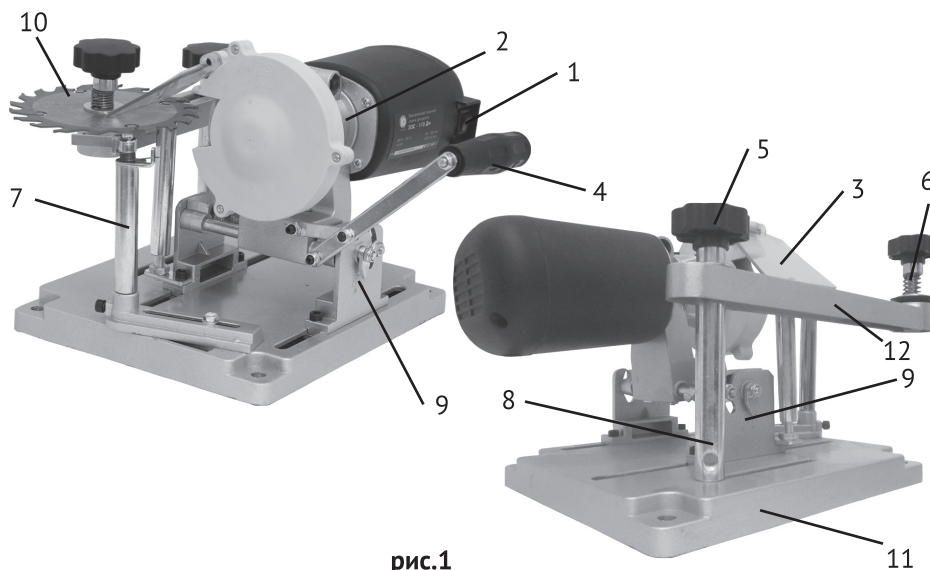
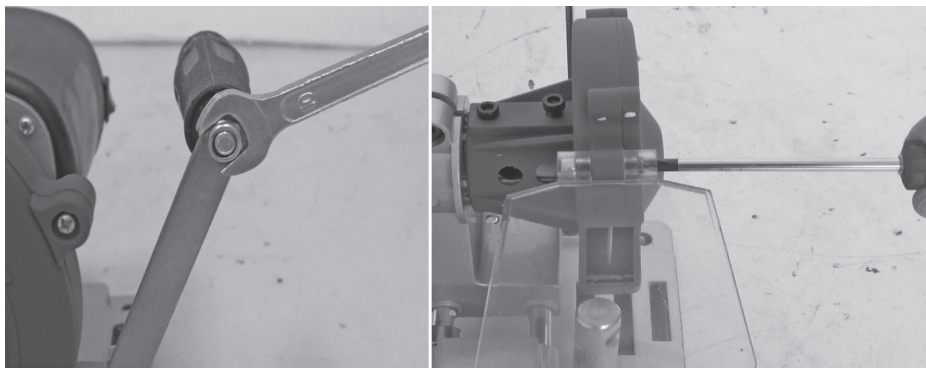
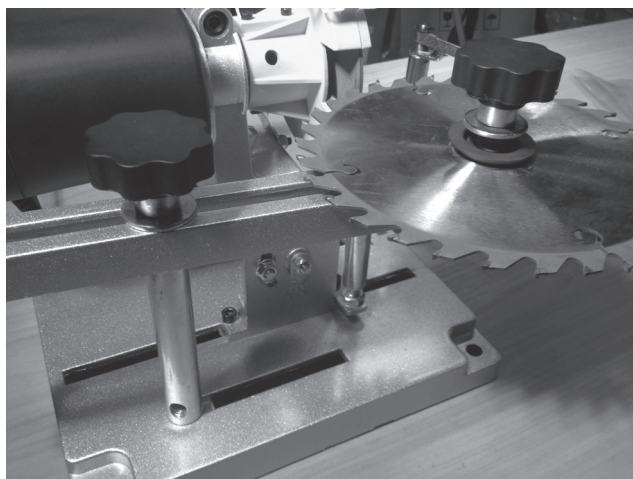

рис.1
рис.2
рис.3
1.3 Заточный станок состоит из заточного блока с электродвигателем (рис.1 поз.2), поворотного кронштейна (рис.1 поз.12) для установки диска (рис.1 поз.10) и основания (рис.1 поз.11). В пластиковом корпусе расположен силовой блок, который включает в себя электронную плату – выпрямитель и коллекторный двигатель постоянного тока. Для стационарного закрепления станка на верстаке (столе) шурупами или болтами, в основании имеются 4-е монтажные отверстия. Крутящий момент с якоря электродвигателя через соединительную муфту передаётся на шпиндель. Между опорным и зажимным фланцами, на шпинделе (гайкой М10) крепится заточный круг.
1.4 Выключатель (рис.1 поз.1) расположен сбоку на корпусе двигателя.
- установите защитный экран (рис.1 поз.3) и рукоятку поперечного перемещения заточного блока (рис.1 поз.4), как указано на рис.2;
- открутите и снимите прижимной блок пильного диска (рис.1 поз.6), расположенный на кронштейне подачи (рис.1 поз.12). Прижимной блок состоит из фиксатора-гайки, шайбы, пружины и прижимной конусной шайбы. Установите затачиваемый диск (рис.1 поз.10), как показано на рисунке (рис.3), и зафиксируйте его с помощью прижимного блока.
- придать станку устойчивое положение, при необходимости закрепить основание (рис.1 поз.11) на верстаке (столе);
- открутите фиксатор-гайку (рис.1 поз.5) кронштейна подачи пильного диска;
- отрегулируйте продольное положение заточного блока (рис.1 поз.2);
Для этого необходимо шестигранным ключом (входит в комплект поставки) открутить четыре прижимных винта, освободив две крепёжные пластины. Теперь заточный блок можно перемещать вдоль направляющих пазов основания. При заточке пильных дисков небольшого диаметра, заточный блок подаётся вперёд, в сторону вспомогательного ограничителя-упора (рис.1 поз.7). При работе с пильным диском большого диаметра, заточный блок подаётся назад, в сторону расположения электродвигателя станка. Выставив нужное положение заточного блока, надёжно закрепите прижимные винты.
- установите опорный цилиндр (рис.1 поз.8) как можно ближе к затачиваемому зубу и отрегулируйте его высоту контргайкой, расположенной на цилиндре (рис.4). Опорный цилиндр предназначен для устойчивого позиционирования пильного диска в момент заточки его зубьев;
- с помощью рукоятки поперечного движения (рис.1 поз.4) подведите заточной блок к затачиваемому пильному диску. Расположите позиционированный зуб пильного диска таким образом, чтобы его затачиваемая поверхность плотно прилегала к боковой поверхности заточного круга (рис.5);
- удерживая зуб пильного диска в плотном контакте с заточным кругом, установите вспомогательный ограничитель-упор (рис.1 поз.7) таким образом, чтобы пластина ограничителя-упора, усилием пружины, плотно прижималась к боковой поверхности одного из свободных зубьев диска. Кронштейн ограничителя-упора фиксируется в
- рукояткой (рис.1 поз.4) переместите заточный блок в направлении пильного диска и заточите позиционированный зуб. Завершив заточивание, отведите заточный блок от пильного диска;
2.4.1 Станок обладает возможностью регулировки угла наклона заточного блока относительно вертикальной оси от 0 до 25 градусов. Для этого необходимо открутить две фиксирующие гайки, расположенные с двух сторон на кронштейнах крепления заточного блока к основанию (рис.7). Повернув заточный блок на нужный угол по проградированной шкале (рис.1 поз.9), зафиксировать его гайками.